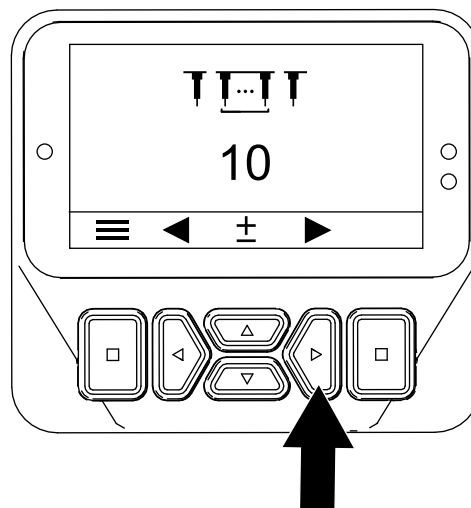

Figura 50
7. Apăsai butonul dreapta pentru a afia ecranul Setting the Tine Quantity (Setare număr de dini) (Figura 50).